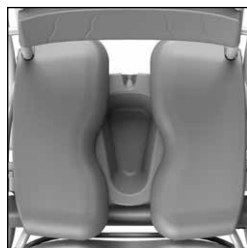

Figure 8 Bassin hygiénique en plastique de Lopital.
- Lors de l'utilisation du bassin hygiénique en plastique de Lopital, il devrait, si possible, être glissé vers l'avant autant que possible (Cf. figure 8).